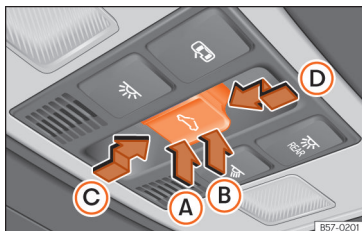

Fig. 93 No revestimento interior do teto: botão do teto de vidro.
O botão  Fig. 93 tem dois níveis. No primeiro nível pode colocar-se o teto na posição defletora, abrir ou fechar total ou parcialmente.
- Teto de vidro:** Antes que decorram aproximadamente 5 segundos desde a ativação da função antientalamento, pressione o botão  » » **Fig. 93** até ao segundo nível no sentido da seta » » **Fig. 93**  até que o teto se feche completamente.